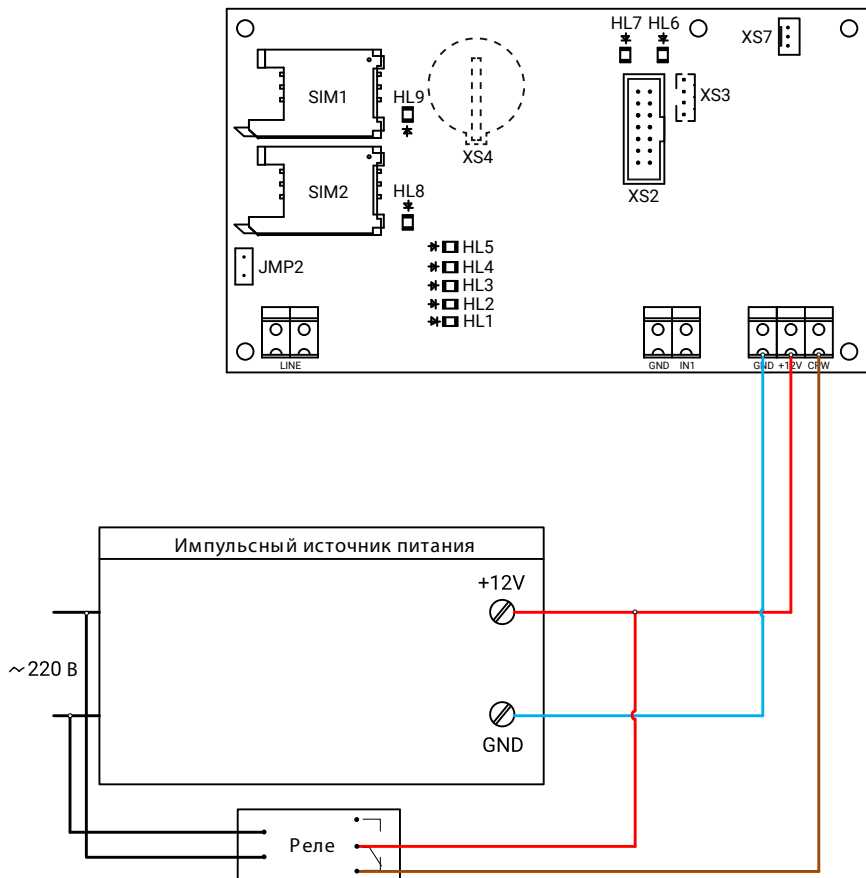

Рисунок 5. Схема подключения импульсного источника питания стороннего производителя
- *При использовании импульсного источника питания - подключите клемму панели «CPW», используя реле (см. рис. 5).*